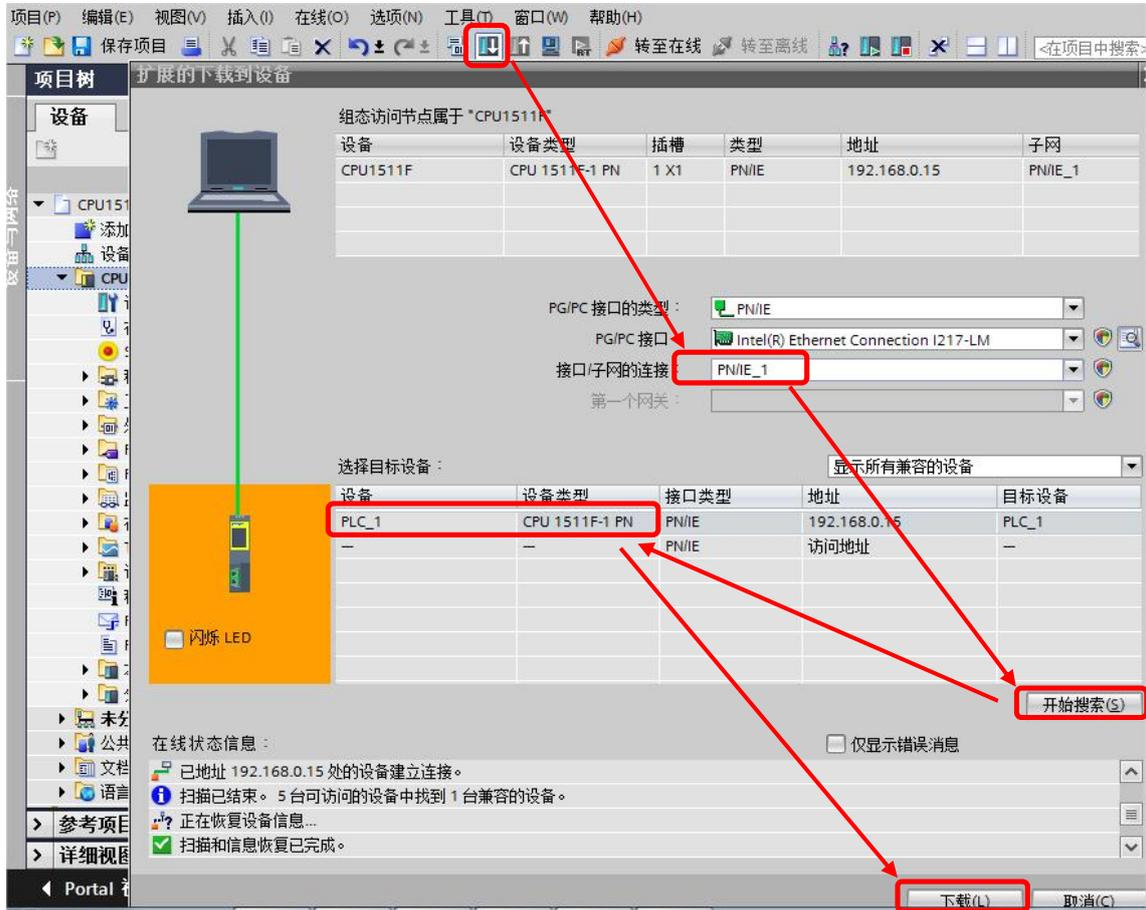

图 2-10 编译并下载硬件组态
- 8) 至此硬件组态已完成，选中 CPU1511F，点击“编译”按钮，无报错后点击“下载”按钮，在弹出的“扩展的下载到设备”窗口中，选择“接口/子网的连接”类型为 PN/IE\_1，点击“开始搜索”按钮，在“选择目标设备”中选中已找到设备，点击“下载”按钮进行硬件组态下载，如图 2-10 所示。